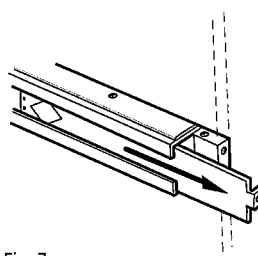

Fig. 7
3. Ta bort tryckskenorna som sitter i centrumbalken, se fig. 7.